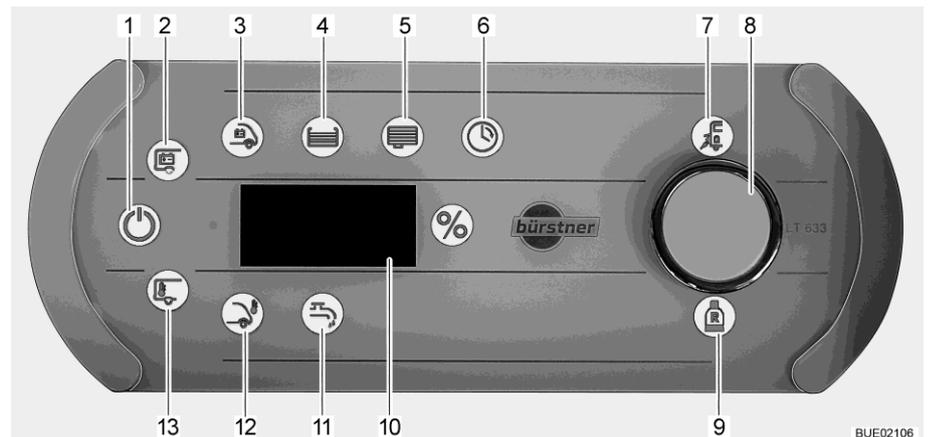

Fig. 109 Panneau de contrôle LT 633
Le symbole du contrôle du réseau (Fig. 109,7) s'allume quand le véhicule est alimenté en tension réseau de 230 V. Les batteries sont chargées.
- Appuyer brièvement sur le bouton rotatif (Fig. 109,8). Le symbole 12 V marche (Fig. 109,1) s'allume. L'alimentation en tension est coupée quand les symboles 12 V marche et batterie de cellule (Fig. 109,2) clignotent trois fois.
- Appuyer sur le bouton rotatif (Fig. 109,8) et le maintenir enfoncé pendant 5 secondes environ. Le symbole de la batterie de cellule (Fig. 109,2) et "On" est visualisé à l'affichage (Fig. 109,10).
- Lâcher le bouton rotatif. Le symbole 12 V marche (Fig. 109,1) s'allume. L'alimentation en tension est active.
- Tourner le bouton rotatif jusqu'à ce que le symbole de la pompe à eau (Fig. 109,11) s'allume. À l'affichage est indiqué l'état actuel de commutation ("ON" ou "OFF").
Quand la pompe à eau est en marche, son symbole est allumé (Fig. 109,11).
- Tourner le bouton rotatif jusqu'à ce que le symbole de la batterie de cellule (Fig. 109,2) s'allume. La tension de la batterie de cellule est indiquée à l'affichage pendant environ 20 secondes (par ex. "13,8U" pour 13,8 Volt).
- Tourner le bouton rotatif jusqu'à ce que le symbole de la batterie de démarrage (Fig. 109,3) s'allume. La tension de la batterie de démarrage est indiquée à l'affichage pendant environ 20 secondes.
**Réserve de gaz** Le symbole de la bouteille de gaz de réserve (Fig. 109,9) s'allume quand cette dernière est utilisée.
- Tourner le bouton rotatif jusqu'à ce que le symbole de la température intérieure (Fig. 109,13) ou extérieure (Fig. 109,12) s'allume. La température sélectionnée est indiquée à l'affichage.
- Tourner le bouton rotatif jusqu'à ce que le symbole de l'horloge (Fig. 109,6) s'allume.